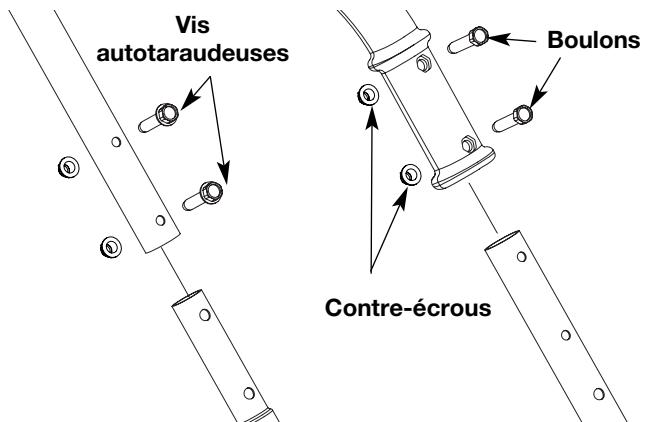

Fig. 1
2. Placer l'extrémité à deux trous du manche droit en métal sur la base du manche sur l'appareil et aligner les trous (Fig. 1).
3. Insérer les deux vis autotaraudeuses (1/4" x 1-1/4") dans ces trous (Fig. 1).